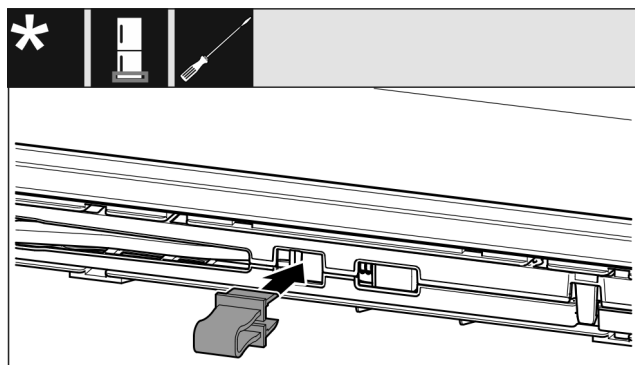

Fig. 14
- ▶ Innestare il fermo nell'apertura Fig. 14 ().